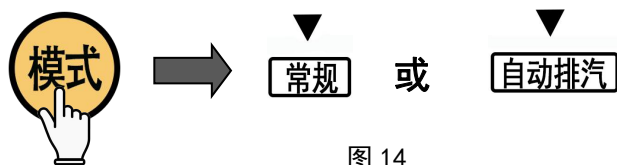

图 14
④快速冷却设置：可在按“启动”键前或灭菌程序结束前按下“快速冷却”键进行设置。选择此功能，机器将在排气时启动快速冷却风扇加速排气。
⑤模式选择：可切换常规或者自动排气模式（图14）。